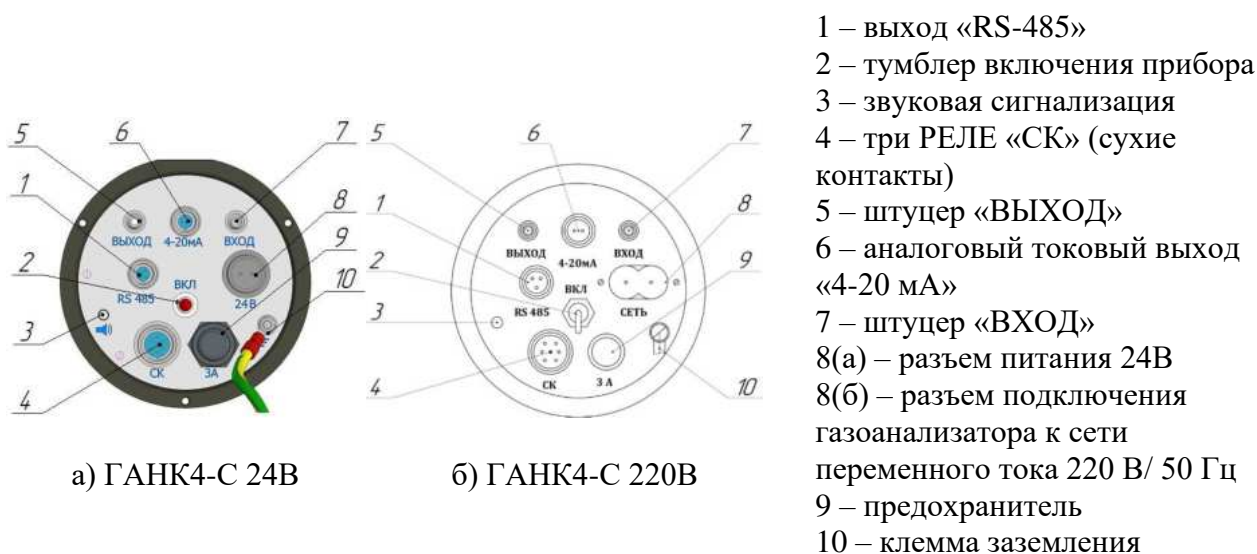

Рисунок 16 – Монтажная панель ГАНК4-С
- установленном **одном** пороге срабатывания «СК» (см. рисунок 16 поз. 4);
- установленных **двух** порогах срабатывания «СК» (см. рисунок 16 поз. 4).
– по аналоговому токовому выходу «4-20 мА» (см. рисунок 16 поз. 6) производится выдача сигнала неисправности методом попеременного секундного включения граничных значений диапазона величины токового сигнала.